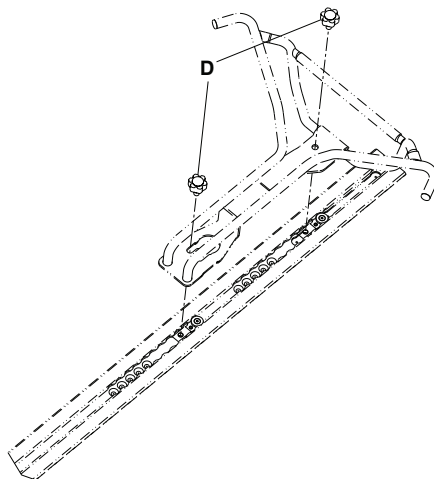

Figura 2 – Conjunto de antler com botões prateados (6390-001-033)
3. Instale os dois botões prateados (6390-001-033) para fixar o conjunto de antler (Figura 2). Para instalar a placa de piso universal, consulte as instruções de instalação da placa de piso (6390-001-020).